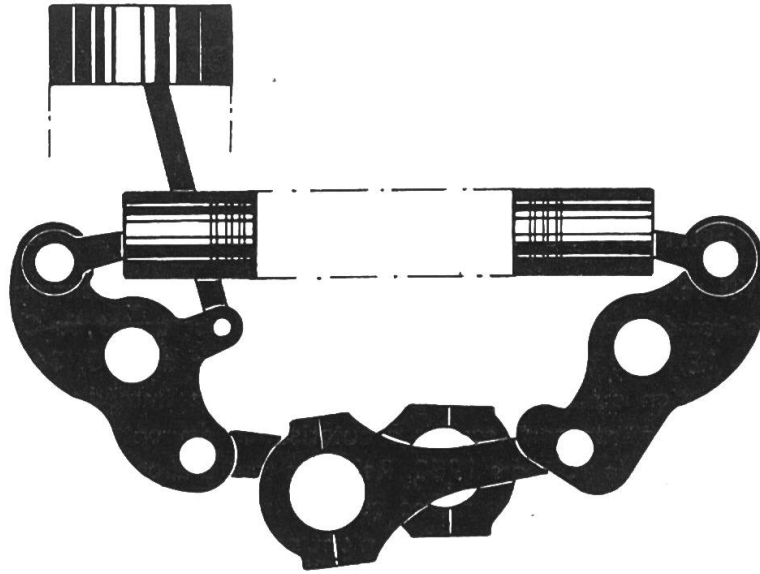

Fig. 7: **Moteur à pistons opposés en position horizontale** (Mägerle Sulzer).
d) **Moteurs à pistons opposés.** Les moteurs à pistons opposés forment une classe à part. Dans ces moteurs, ce n'est pas un seul piston, mais deux pistons qui, dans le même cylindre, cèdent à la pression des gaz. Le moteur Diesel Mägerle appartient à cette catégorie (fig. 7). Le mouvement des pistons est reporté par un système de leviers sur un vilebrequin central. Les nouvelles Rapid S sont équipées d'un moteur à essence d'une construction très analogue.